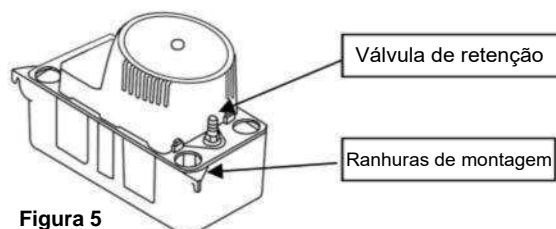

Figura 5
3. Instalação: o depósito tem duas ranhuras previstas para a instalação da unidade. As ranhuras estão localizadas nas extremidades do depósito (Figura 5). A unidade deve ser montada na lateral do aparelho de ar condicionado ou na parede mais próxima. A bomba deve estar nivelada e a entrada deve estar abaixo do dreno da bobina.
2. O tubo de saída deve ser uma mangueira flexível fixada com uma abraçadeira (não incluída) ou tubo (ID máximo de 1 cm para evitar que flua excessivamente de volta para a unidade). A partir da unidade de condensação, estenda a mangueira de descarga o mais alto possível. Não estenda esta linha acima da cabeça/GPH do modelo a ser instalado. A partir deste ponto alto, incline a mangueira de descarga para baixo até um ponto acima da área de drenagem; depois baixe e estenda até um ponto lateral ou até um nível aproximado da parte inferior da unidade de condensação. Isto provocará um efeito de bypass que melhorará a eficiência da unidade de condensação e, na maioria dos casos, eliminará a necessidade de uma válvula de retenção (Figura 5). Caso contrário é possível inclinar a mangueira de descarga para baixo, fazer uma armadilha em "U" invertida diretamente sobre a bomba e no ponto mais alto.